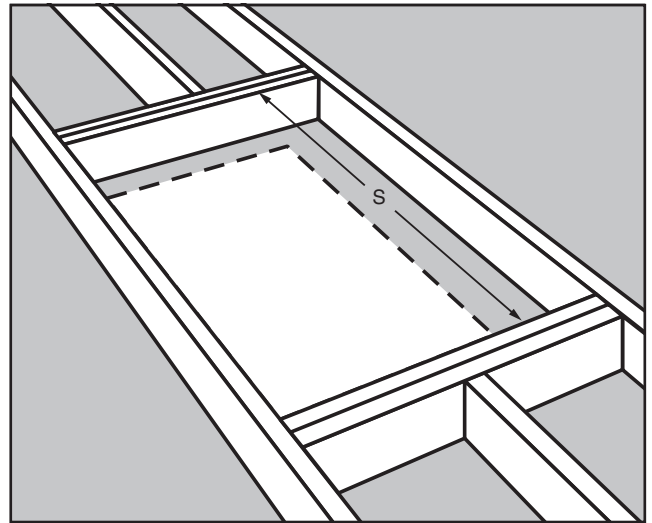

FIGURA 17
**PASO 1.** Mida la longitud "S" del travesaño longitudinal entre los travesaños (Vea la Figura 17).
**PASO 3.** Si la viga de cielo raso no proporciona un lado del marco, entonces corte un segundo travesaño longitudinal con la misma longitud del primer travesaño longitudinal. Observe que sólo se necesita un travesaño longitudinal en la Figura 17 porque la viga del cielo raso proporciona un lado del marco.